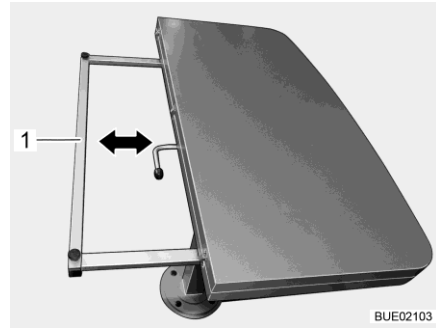

Fig. 134 Reducir el tamaño del tablero de la mesa
- Sujetar ambos lados del marco de apoyo (Fig. 134,1) e insertarlo uniformemente hasta el tope debajo del tablero de la mesa.